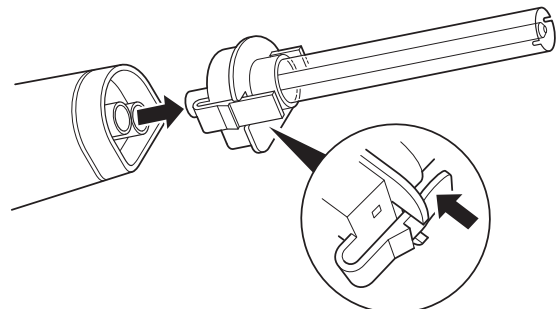

Abbildung 2 – Abnehmen des Spitzenaufsatzes
- Den Verriegelungsmechanismus am Spitzenaufsatz drücken und den Spitzenaufsatz vom Handstück abnehmen (Abbildung 2).